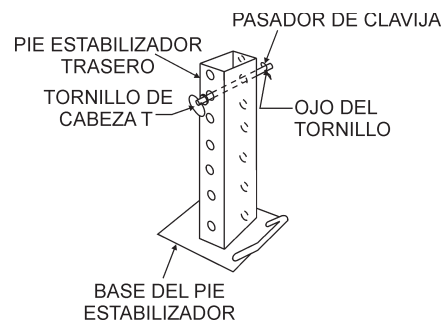

Figura 17. Estabilizador trasero
16. Quite el **pasador de clavija**, del ojo del tornillo en T y después **jale** el tornillo en T para liberar el estabilizador (Figura 17).